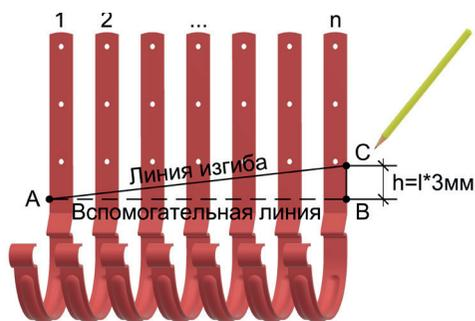

Рис. 4 Разметка кронштейнов для последующего изгиба.
4.1.2 Затем следует уложить и выровнять пронумерованные кронштейны. От предварительно найденной точки А необходимо провести перпендикуляр и получить точку В (вспомогательная линия АВ на рис. 4). Далее от точки В следует отложить величину равную расстоянию на карнизном свесе между первым и последним кронштейном в метрах \* 3 мм. То есть, если расстояние между кронштейнами 5 м, то  $5 * 3 = 15$  мм. Таким образом получается точка С. Затем необходимо соединить точки А и С. Полученный отрезок и есть линия изгиба.